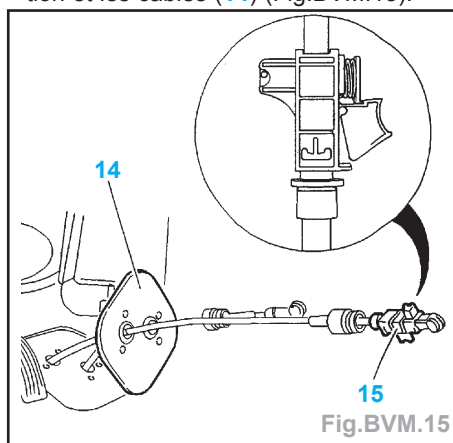

Fig. BVM.15
- Reposer l'ensemble de la plaque de fixation et les câbles (14) (Fig. BVM.15).